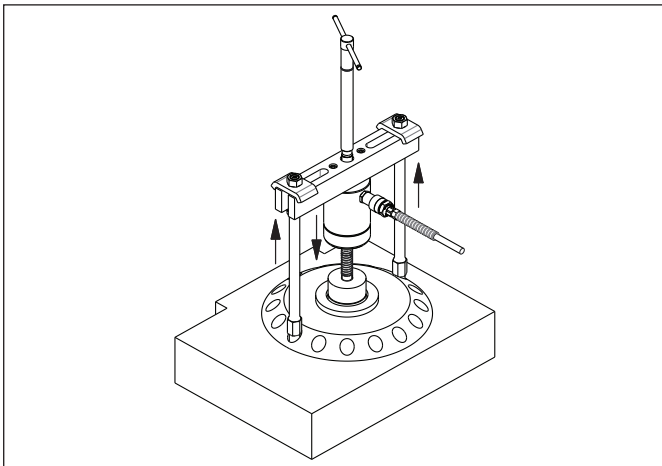

Abbildung 11, Jochabzieher (typisch)
Der Jochabzieher ist separat einsetzbar, indem die Zugstangen direkt am zu entfernenden Werkstück angebracht werden (siehe Abbildung 11). In diesem Fall müssen die Zugstangen direkt in das Werkstück eingeschraubt werden (in Abschnitt 11.7 finden Sie die Gewindeforderungen). Der Jochabzieher kann aber auch mit der Lagerabziehervorrichtung (siehe Abschnitt 7.5) oder dem Lagerschalenabzieher (siehe Abschnitt 7.6) eingesetzt werden.
- Montieren Sie den Abzieher am zu entfernenden Lager, an der Antriebsscheibe oder einem anderen zu entfernenden Bauteil. Richten Sie die Abzugarme aus. Siehe Abbildung 11.